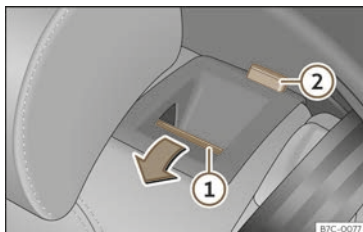

Abb. 98 Rückstuhl: Rückstuhllehne vorklappen.
- Entriegelungstaste >>> (Abb. 98) ① nach vorn drücken und gleichzeitig die Rückenlehne umklappen. Die Rückstuhllehne ist entriegelt, wenn die rote Markierung des Tasters ② sichtbar ist.